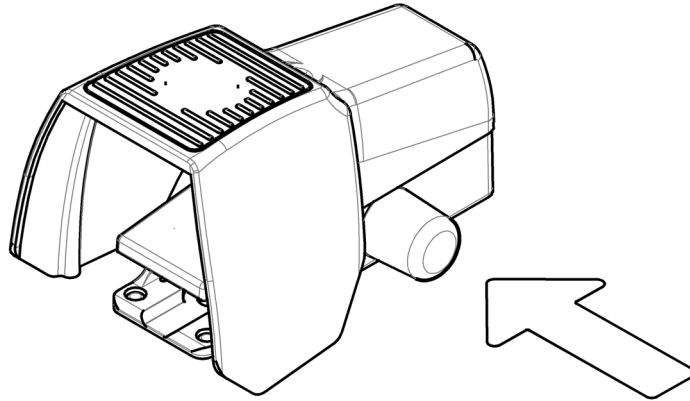

Рис. 4: Разблокировка ножного переключателя
- Если аварийная остановка была активирована ножным переключателем: разблокируйте ножной переключатель путем нажатия на синюю силиконовую кнопку на боковой стороне переключателя (см. рис. 4).